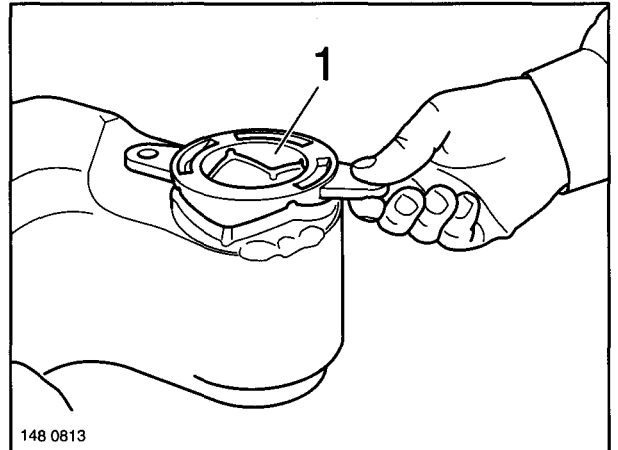

Fig. 13
(10) Place the shaft thrust ring in position as shown in Fig. 13.
In the case of older versions of shaft thrust ring, the dish in the middle (Fig. 13/1) should face the stub axle.
(10) Poser la rondelle à cames comme indiqué à la figure 13.
S'il s'agit d'anciennes rondelles à cames l'évidement central (figure 13/1) doit être tourné vers la fusée d'essieu.
(10) Wellendruckscheibe entsprechend Fig. 13 auflegen.
Bei Wellendruckscheiben älterer Bauart muß die mittlere Vertiefung (Fig. 13/1) zum Achsschenkel weisen.